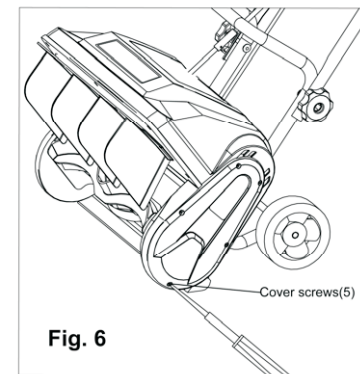

Fig. 6
### INSPEKTERA/BYTA DRIVREM (se bild 6–8)
- Ta bort de fem (5) skruvarna från remkåpan med en stjärnskruvmejsel (bild 6).